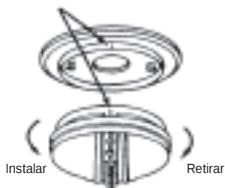

FIGURA 7
6. Si terminó de realizar todos los PASOS DE CABLEADO, INSTALACIÓN DE BATERÍAS E INSTALACIÓN DEL ANILLO DE AJUSTE, puede instalar la alarma en el anillo de ajuste. Se proporcionan marcas de alineación en el borde de la alarma y del anillo de ajuste (consulte la Figura 7).
7. Instale la alarma en el anillo de ajuste con las marcas de indicación alineadas y gire la alarma en la dirección de la flecha "ON" de la cubierta hasta que la alarma encaje en su lugar (consulte la Figura 7).
Para reemplazar la batería, retire la alarma del anillo de ajuste girándola en la dirección de la flecha "OFF" en la cubierta (consulte la Sección 4, Figura 7). Para desconectar el cableado de CA, apriete los brazos de cierre de los lados del conector rápido sacando, al mismo tiempo, el conector de la parte inferior de la alarma (consulte la Sección 4, Figura 6).